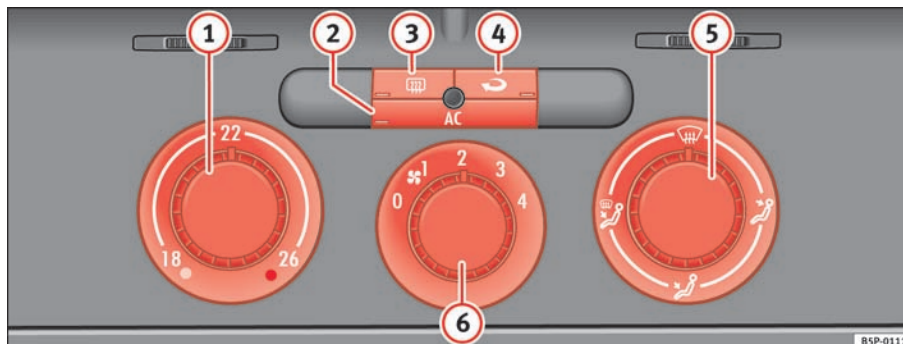

Fig. 124 På instrumentpanelet: betjeningslementer til Climatic
- Drej kontakten til temperaturregulering ⇒ fig. 124 ① med uret for at vælge den ønskede temperatur.